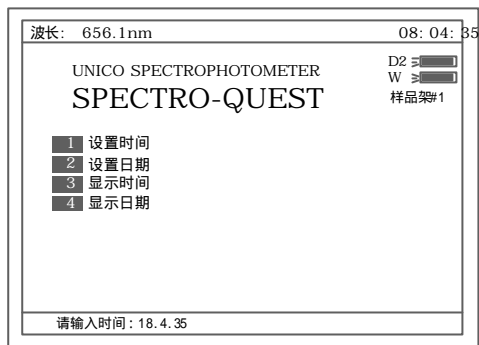

图 86
a. 图 85 中按【1】键可设置时间，图 86 示。时间的输入格式为：**(时)。**(分)。**(秒)，比如输入：18.4.35 代表下午 6 点零 4 分 35 秒。